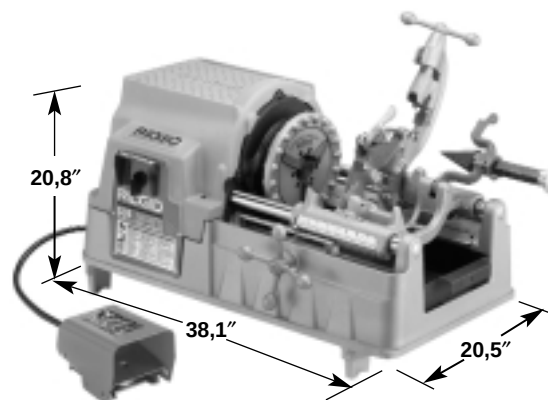

Figura 2 – Dimensiones de la Roscadora No. 535
- Si no se emplea un soporte, la máquina debe montarse sobre un banco estable. Para montarla sobre un banco, atornille la base de la máquina en sus cuatro esquinas con los cuatro (4) pernos de $\frac{5}{16}$ pulgada provistos. Las dimensiones de la base se muestran en la Figura 2.